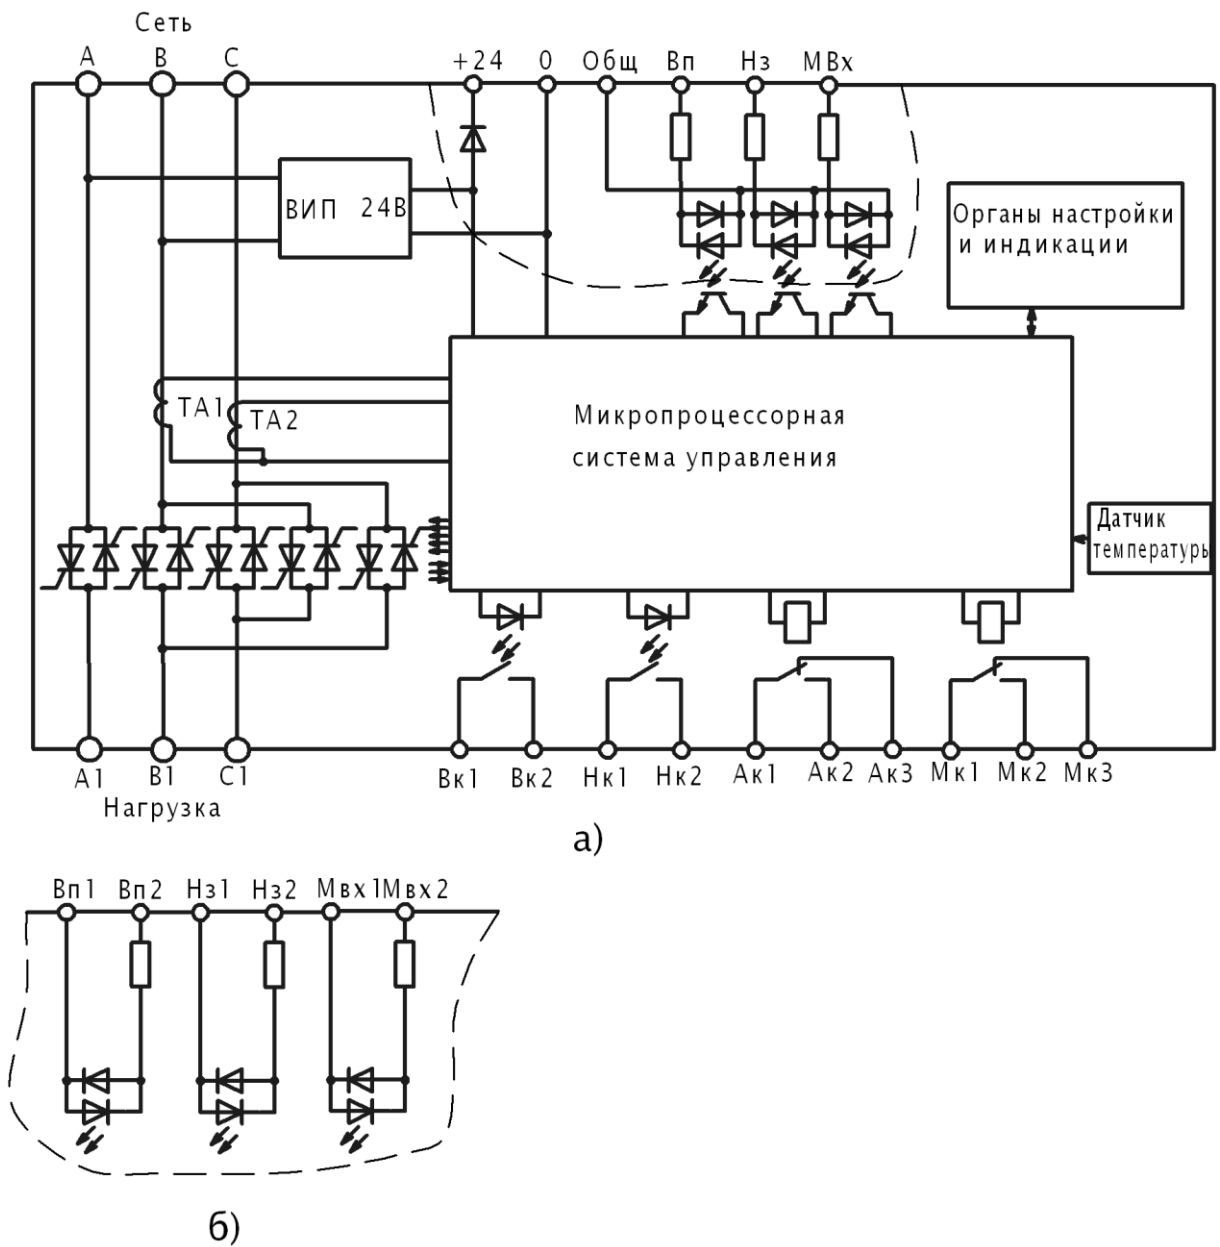
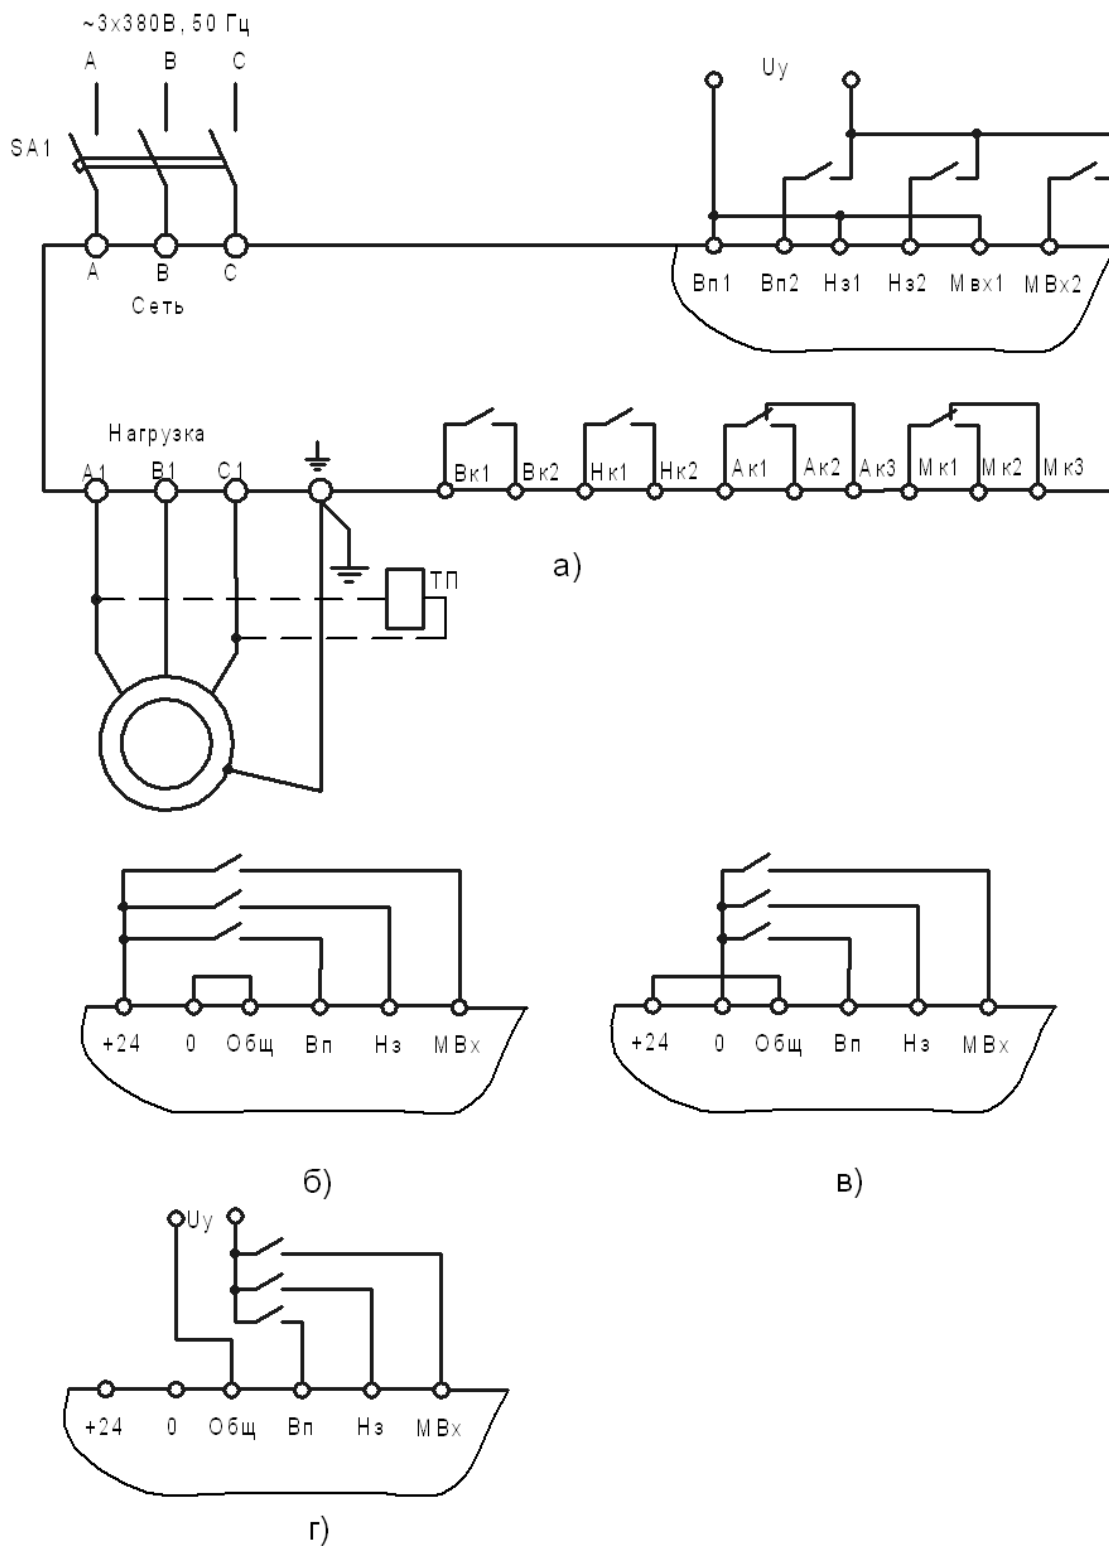

Рисунок 1 – Функциональная схема пускателя
Рисунок 2 – Схема подключения пускателя
1.3.4 В модификации БСТ-ххР/380-3х с «сухим» контактом входы «Вп», «Нз» и «Мвх» имеют один общий провод (рис.1 а). Входы являются двунаправленными, поэтому управление может осуществляться подачей на входы положительного (+24В) или отрицательного (0В) напряжения (см. рис. 2 б, в).
1.3.5 В модификациях БСТ-ххР/380-0х, БСТ-ххР/380-1х и БСТ-ххР/380-2х все входы изолированы друг от друга (рис. 1 б). В данной модификации напряжение источника +24В на внешние клеммы не выводится.